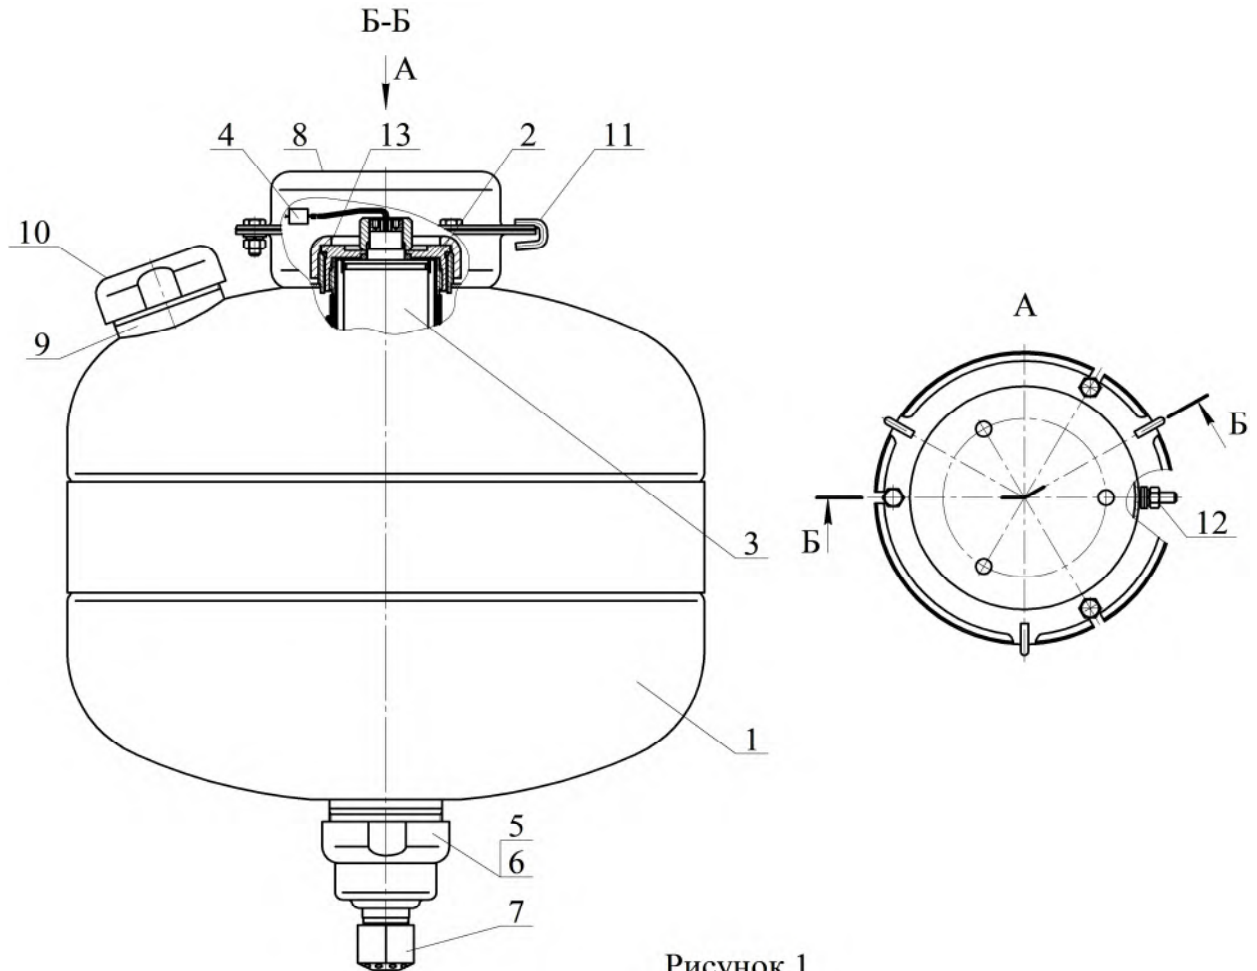

Рисунок 1
4.1.1 МУПТВ (см. рисунок 1) состоит из корпуса 1, заправленного ОТВ, в котором размещено газогенерирующее устройство 2. В герметичный корпус газогенерирующего устройства ИХГ 3 с элементом электропусковым 4. Нижняя горловина корпуса перекрыта срезной мембраной 5, которая поджата гайкой 6. С гайкой 6 через фильтрующий элемент соединен насадок-распылитель 7. В верхней части корпуса расположены кронштейн 8 для крепления к потолочному перекрытию, горловина 9 для заливки ОТВ и предохранительный клапан 10. Для фиксации МУПТВ при монтаже на кронштейне 8 закреплены три скобы 11. МУПТВ имеет заземляющий зажим 12.
4.2.1 После подачи электрического импульса на выводы элемента электропускового **4** (см. рисунок 1) ИХГ **3** генерирует газ, который создает давление внутри корпуса МУПТВ для вскрытия мембраны **5** и выпуска через насадок-распылитель **7** в зону горения тонкораспыленной струи ОТВ.
6.3 Закрепить кронштейн **8** (см. рисунок 1) на потолке. Координаты отверстий в кронштейне приведены на рисунке 3.
6.5.3 Полученный раствор ОТВ залить в отверстие верхней горловины **9** (см. рисунок 1). Для окончательного приготовления ОТВ открыть упаковку с жидкой добавкой к воде и залить ее в отверстие верхней горловины **9**. Установить в отверстие горловины предохранительный клапан **10**. Сверху закрутить гайку до упора.
6.6 На выпускную горловину гайки **6** (см. рисунок 1) накрутить до упора насадок-распылитель **7**.
7.3 Комплект поставки для перезарядки МУПТВ (см. рисунок 1):